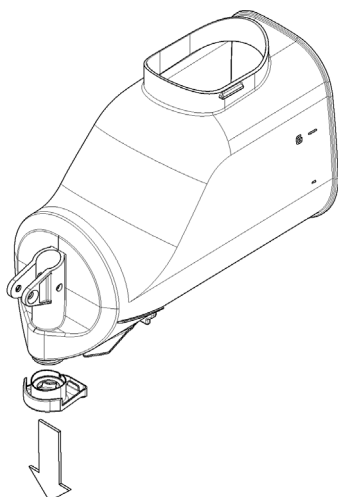

figura 8
- 7 Sacar del recipiente el restrictor de flujo (ver figura 8).